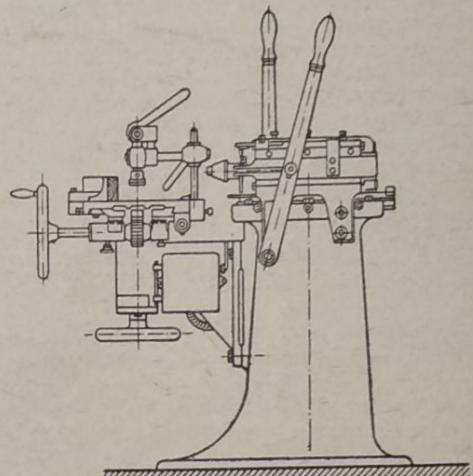

Рис. 3.
**Горизонтально-сверлильный станок** (рис. 3). Благодаря несцентрированию резьбы шпинделя с резьбой патрона, сверло было 6 мм, что вызвало необходимость заменить патрон. Отсутствует зеркало над сверлом. Это